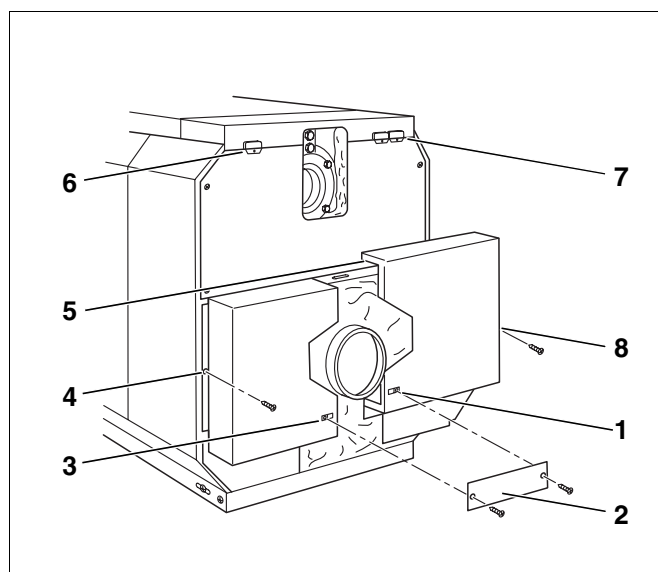

Abb. 56 Kesselrückwandteile montieren
- Schnappmutter in die linke und rechte Seitenwand sowie in die Kesselrückwandteile einsetzen (Abb. 56, **Pos. 1, 3, 4 und 8**).
- Die unteren Kesselrückwandteile links und rechts in die Schlitz der Abkantung der oberen Kesselrückwand und der Seitenwand einhängen (Abb. 56, **Pos. 5**).
- Verbindungsblech (Abb. 56, **Pos. 2**) unterhalb des Abgasstutzens auf die Kesselrückwandteile mit Blechschrauben anschrauben.
- Kabeldurchführungen aus Kunststoff wahlweise links oder rechts an der oberen Kesselrückwand befestigen (Abb. 56, **Pos. 5 und 6**).